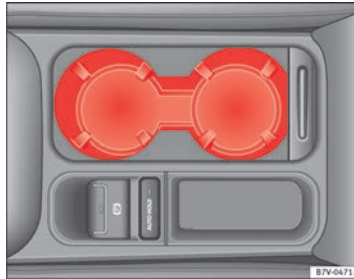

Abb. 116 In der Mittelkonsole vorn: Getränkehalter.
- Zum *Öffnen* Abdeckung nach hinten schieben ⇒ Abb. 116.